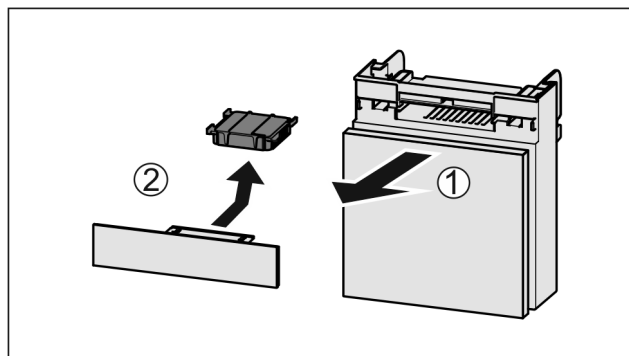

Fig. 181
- ▶ Izvelciet nodalījumu uz priekšu Fig. 181 (1).
- ▶ Izņemiet aktīvās ogles filtru Fig. 181 (2).